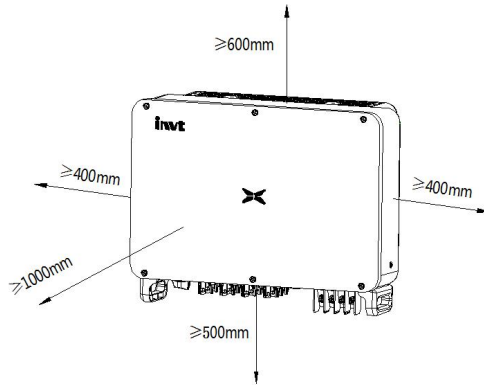

Abb. 4.4 Installationsabstände
(3) Bei der Installation mehrerer Wechselrichter muss ein bestimmter Abstand zwischen den Wechselrichtern eingehalten werden, wie in Abbildung 4.4 dargestellt. Gleichzeitig muss ein ausreichender Abstand über und unter dem Wechselrichter eingehalten werden, um eine gute Wärmeableitung zu gewährleisten.